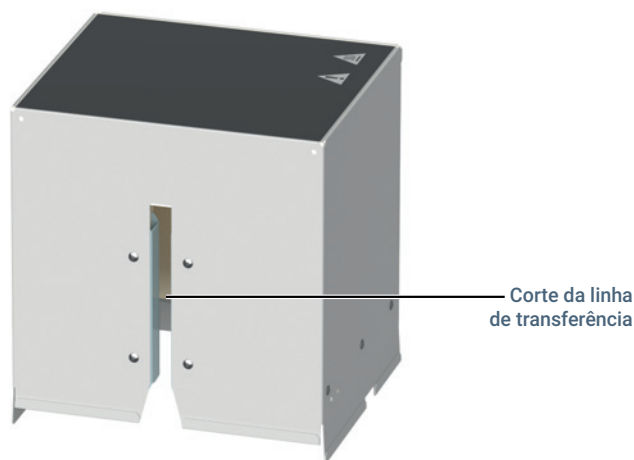

Figura 5. Compartimento térmico da válvula para instalação da linha de transferência.
- 1 Localize o compartimento térmico da válvula para corte e alinhamento da linha de transferência (**Figura 5**).